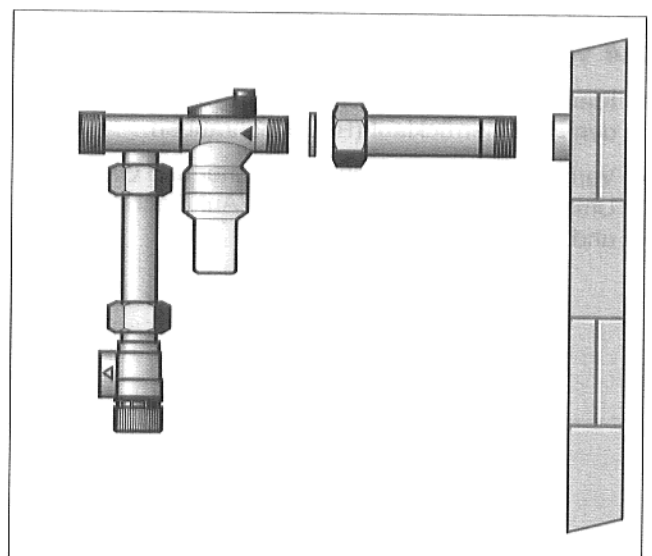

Abb. 6 Sicherheitsgruppe
- Sicherheitsgruppe mit Schraubnippel verbinden (Auf Dichtung und Fließrichtung achten! Abb. 6).